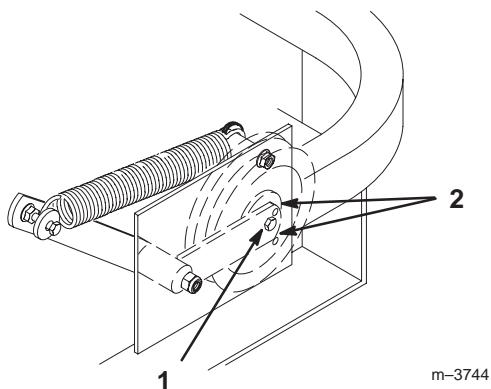

Figure 65
8. Vérifiez la tension de la courroie. Le boulon central de la poulie de tension rappelée par ressort doit se trouver entre les deux trous d'alignement de la plaque de support gauche (Fig. 65).
10. Vérifiez de nouveau la tension de la courroie. Le boulon central de la poulie de tension rappelée par ressort doit se trouver entre les deux trous d'alignement de la plaque de support gauche (Fig. 65). Réglez au besoin et serrez toute la visserie solidement.